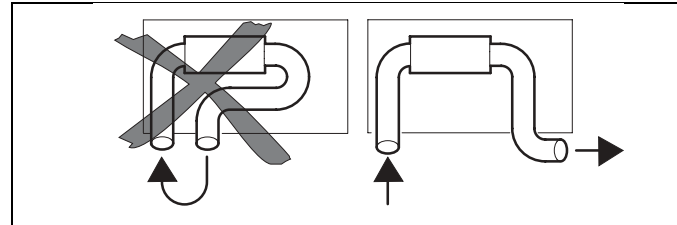

Bild 8: Heizlufteintritt und Heizluftaustritt
- Luftkurzschluss zwischen Heizgerätlufteintritt und Heizgerätluftaustritt (Bild 8).